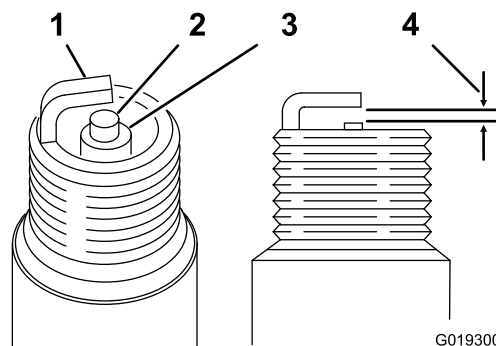

Рисунок 45
- Установите на каждой свече зажигания зазор 0,76 мм между средним и боковым электродами; см. Рисунок 45. Установите все свечи зажигания с отрегулированным зазором в уплотнительную прокладку, затяните свечи с моментом 22 Н·м.